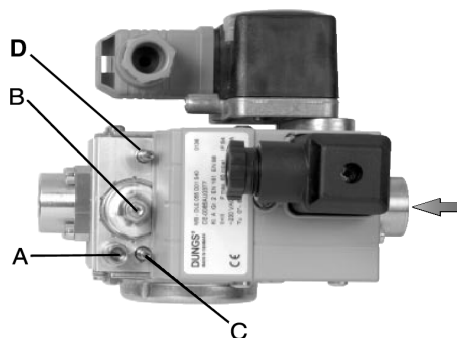

Рис. 8 - DUNGS MBC 65 - DLE
- отвинтить винт **A** (Рис. 8) на штуцере отбора давления и подсоединить манометр;
- установить на минимальное значение регулятор давления, поворачивая регулировочный винт **B** (Рис. 8) против часовой стрелки;
- отрегулировать пламя на фазе розжига, используя байпас **C** (см. Рис. 8 п.10). При вращении по часовой стрелке расход газа уменьшается, а против часовой стрелки - увеличивается. Рекомендуется не увеличивать сильно расход при розжиге, чтобы не влиять на эффективную работу стабилизатора **B** (Рис. 8).
Воздействовать на регулятор давления до тех пор, пока не получите желаемый расход, с помощью регулировочного винта **B** (Рис. 8): для увеличения расхода крутите винт по часовой стрелке, для его уменьшения - против часовой стрелки.
Регулировочный клапан D редуктора основного количества газа на заводе - изготовителе оставляется в полностью открытом состоянии: его положение не должно НИКОГДА изменяться! После выполнения всех настроек, закрутить стопорный винт **A** (Рис. 8) в отверстие для измерительного прибора. Регулировочный клапан D редуктора количества основного газа на заводе - изготовителе оставляется полностью открытым: его положение нельзя изменять. После выполнения всех регулировок завинтить полностью винт **A** (Рис. 8), имеющийся на штуцере для манометра..